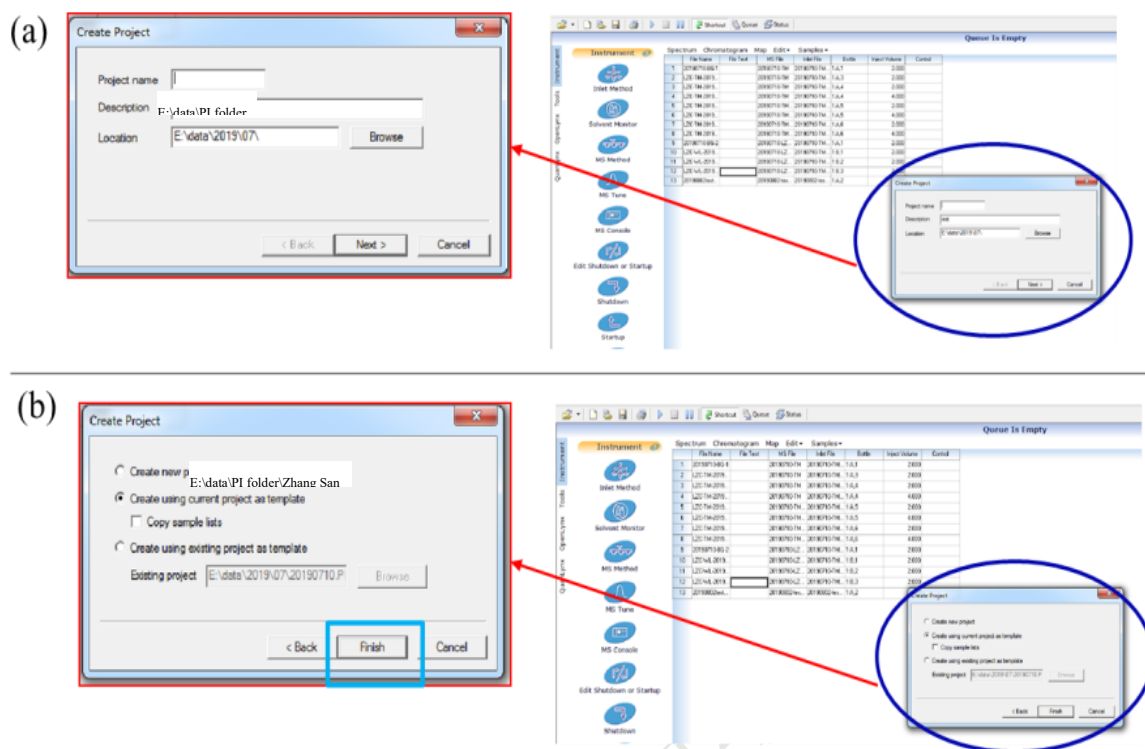
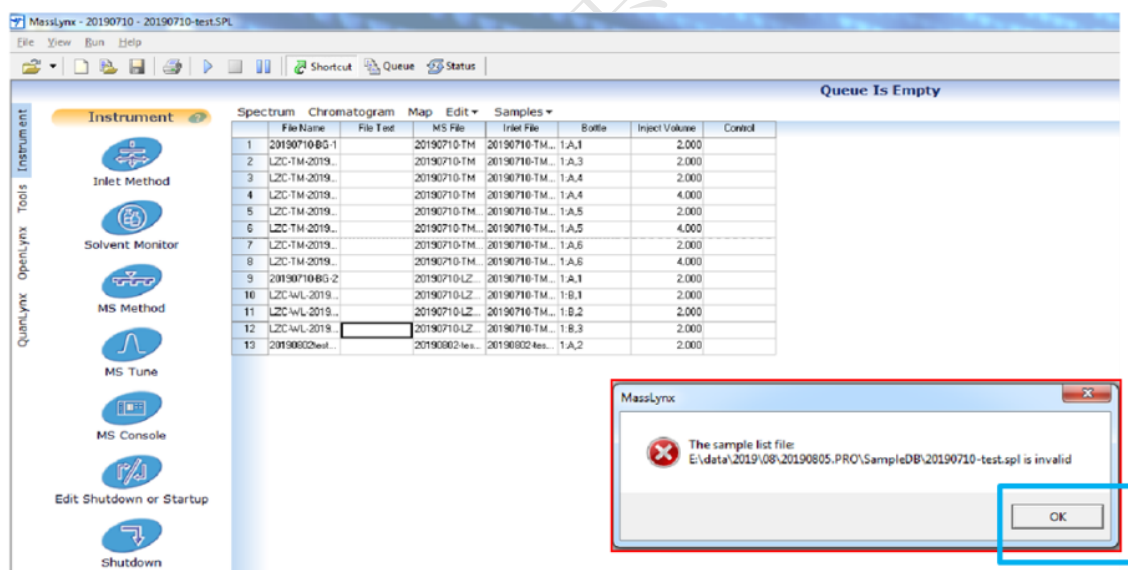

图 1-2 项目新建向导 (a)及弹出对话框(b)
图 1-3 序列名称无效提醒窗口显示
Step2. 项目新建向导。如图1-2, 通过Browse选择正确的项目路径(location), 输入项目名称(Project name), 点击Next, 弹出对话框(图1-2 (b)), 勾选>Create using current project as template选项, 点击Finish, 弹出显示序列文件无效提醒窗口(图1-3), 点击OK进行确认。至此完成新建项目。